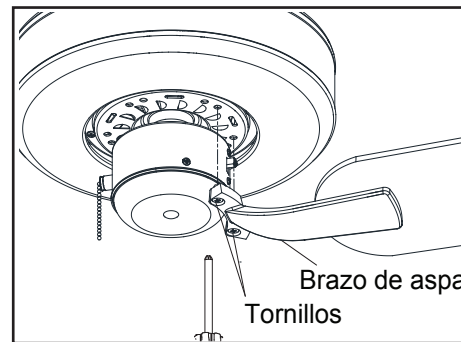

Figura 11
3. Fija el conjunto de las aspas al motor alineando los orificios de los tornillos en la parte inferior del motor del ventilador con los orificios del brazo de las aspas y apretando los tornillos del motor. Por favor, ten en cuenta que los tornillos del motor están prefijados en los soportes de asa. (Figura 11)